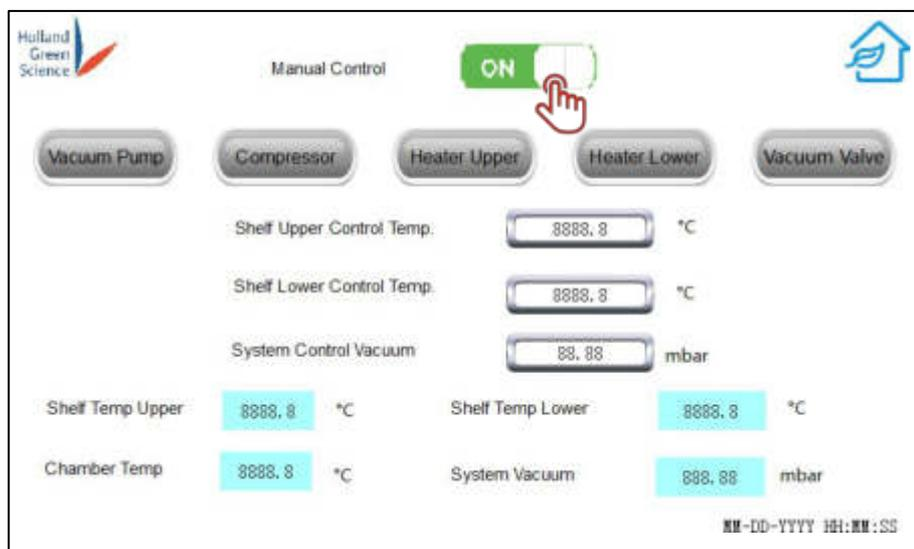

Abbildung 12
- Manuelle Steuerung Ein/Aus: Klicken Sie auf "Ein", um den manuellen Steuerungsmodus zu aktivieren (Abbildung 12).